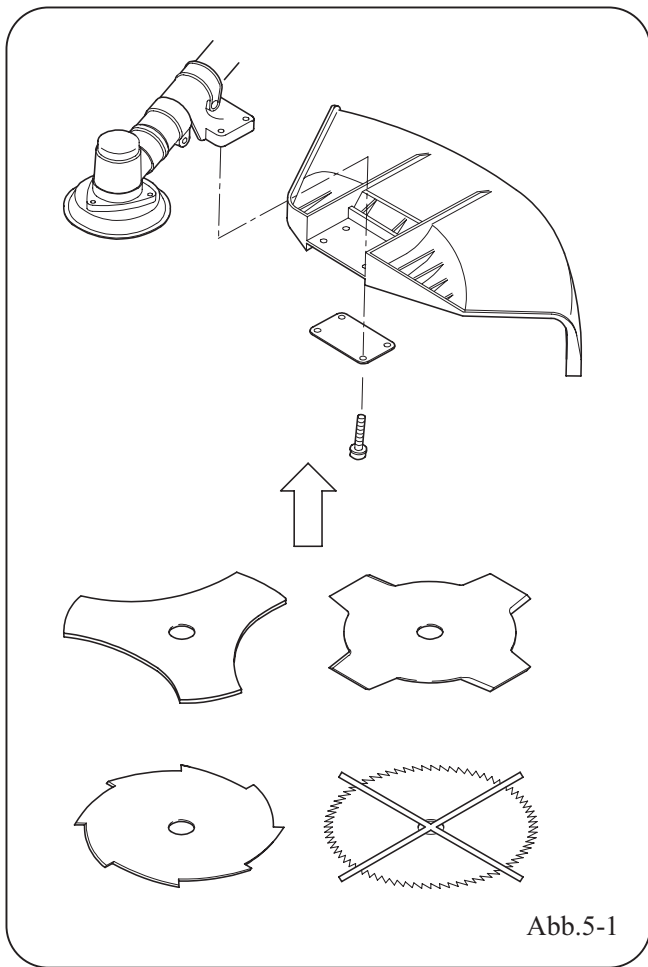

Abb.5-1
1. Aus Sicherheitsgründen muß das Gerät unbedingt mit der korrekten Schutzvorrichtung versehen werden, wenn ein Schneidmesser montiert wird (Abb. 5-1)